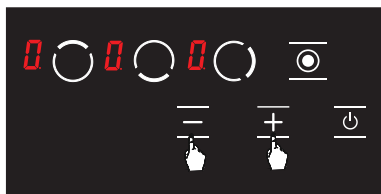

Рисунок 7
3. Уровень мощности соответствующей конфорки можно установить от 1 до 9 с помощью кнопок и или между -9 в соответствии с дополнительными функциями варочной панели. (см. Рисунок 7)